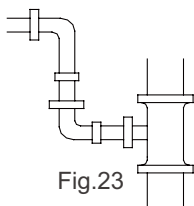

Fig.23
- 2: collegare il gomito di scarico, come mostrato nella Fig. 23.